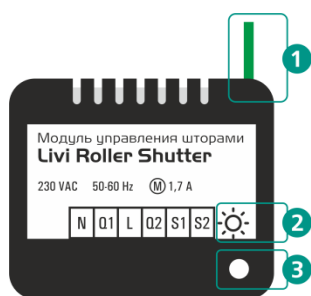

Рисунок 2.1 – Внешний вид модуля
3. При установке модуля в подрозетник выключателя, выведите антенну (1, рисунок 2.1) наружу и разместите под пластиковой рамкой выключателя. Чем дальше антенна будет расположена от металлических конструкций, тем меньше шанс экранирования радиосигнала. Ни в коем случае не укорачивайте антенну.
2. С помощью индикации на модуле. Для этого дважды нажмите на функциональную кнопку (3, рисунок 2.1) и посмотрите на индикатор модуля. Соответствие уровня связи и индикации представлено в таблице 9.1.